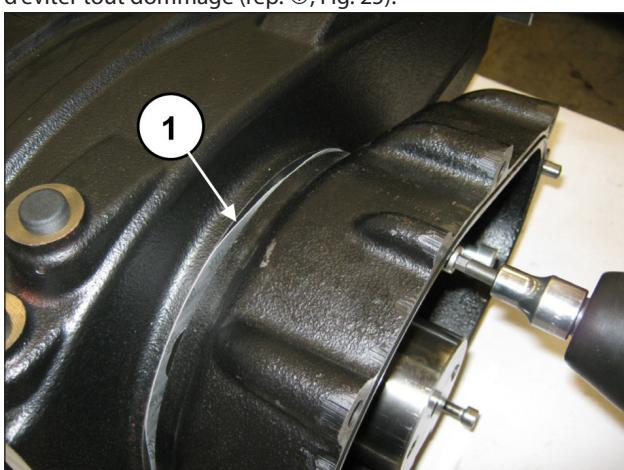
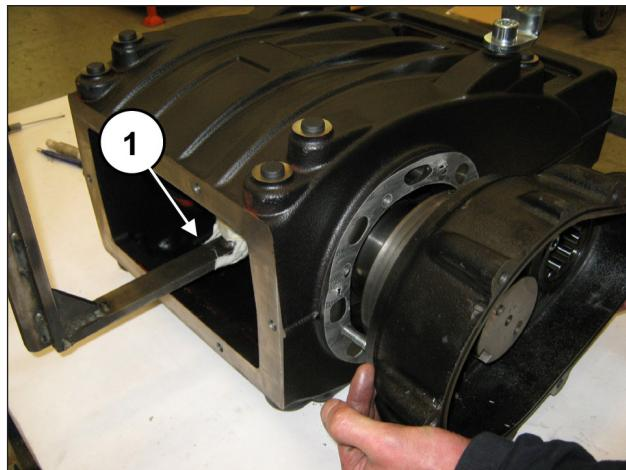

Fig. 24
Fig. 25
Visser progressivement les 3 vis M8 (rep. ①, Fig. 24) afin d'éviter que le boîtier ne s'incline trop et se bloque en position. Déposer le boîtier de réducteur tout en soutenant l'arbre afin d'éviter tout dommage (rep. ②, Fig. 25).